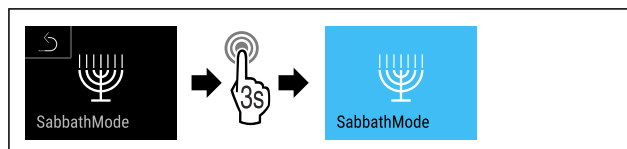

Fig. 15
- ▶ Følg anvisningene (se Fig. 15) .